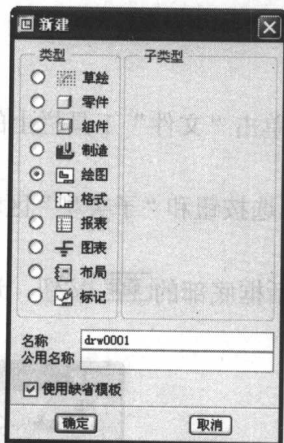
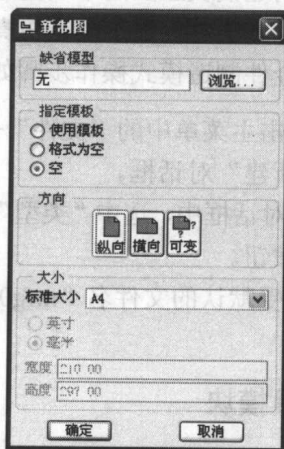

图 1-6 绘图模块
图 1-7 “新制图”对话框
(1) 单击主菜单中的“文件”→“新建”命令，或单击“文件”工具栏上的图标按钮，打开“新建”对话框。
(2) 在对话框中，选中“类型”区域中的“绘图”单选按钮，并接受默认的文件名“drw0001”，如图1-6所示。
(3) 单击对话框底部的[确定]按钮，打开“新制图”对话框。
(4) 在“指定模板”区域中选中“空”单选按钮，再在“方向”区域中单击按钮，然后在“大小”区域中的“标准大小”下拉列表框中选择“A4”选项，如图1-7所示。
(5) 单击对话框底部的[确定]按钮，进入绘图模式。